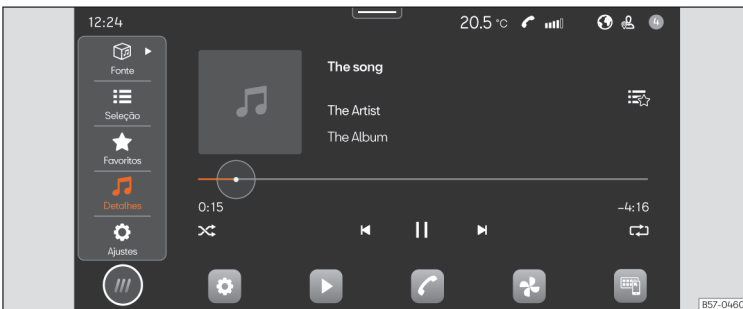

Fig. 163 Representação esquemática: Vista Multimédia.
- Pressione HOME > ► >>> Fig. 163.